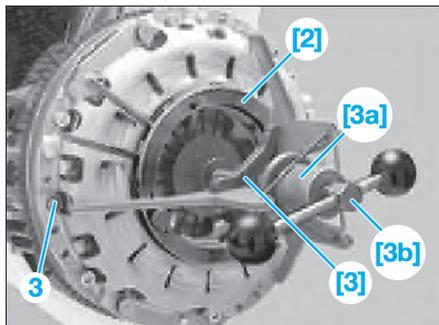

Fig. 10
- Placer le mécanisme d'embrayage sur le volant moteur. Faire attention aux pions de centrage (3) (Fig.10).